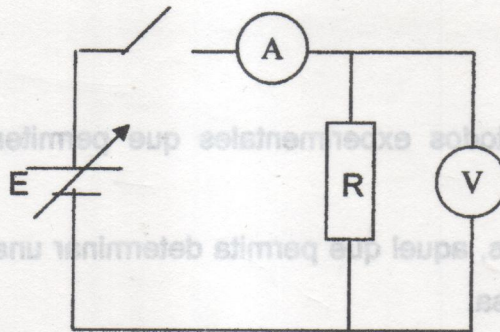

Figura 2. Circuito para el experimento 3.2.1
- Realice el montaje del circuito mostrado en la figura 2.